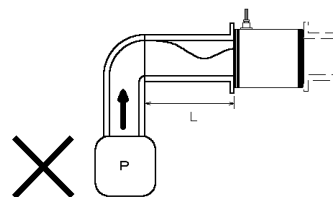

図6. 上流にポンプなどがある場合
- (b)上流側にポンプなどからの圧送による吐出口がある場合。図6。